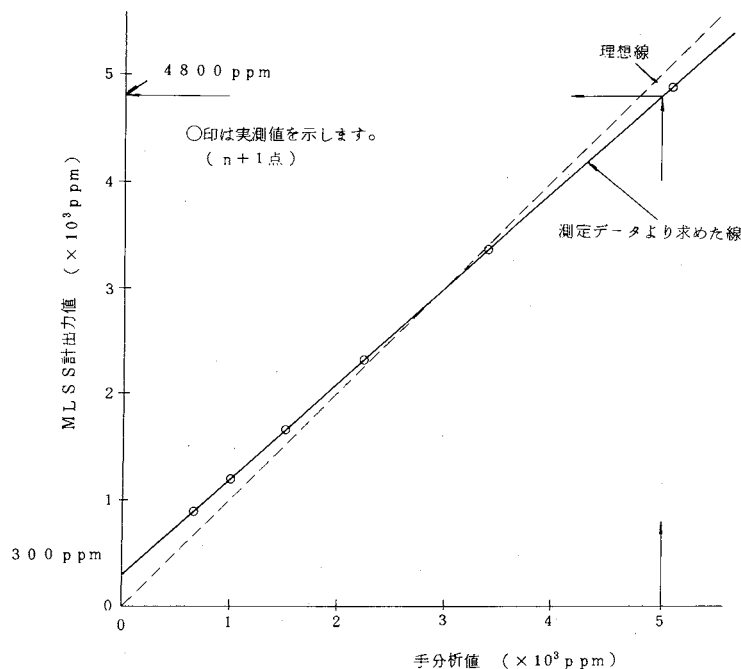

図4.3 相関グラフの例
- 11) 相関関係の例を図4.3と表4.2に示します。図4.3では、MLSS計の測定レンジが0~5000ppm、濃縮された被測定液のMLSS濃度が5103ppm、そのときのMLSS計出力値が4893ppmであったと仮定しています。